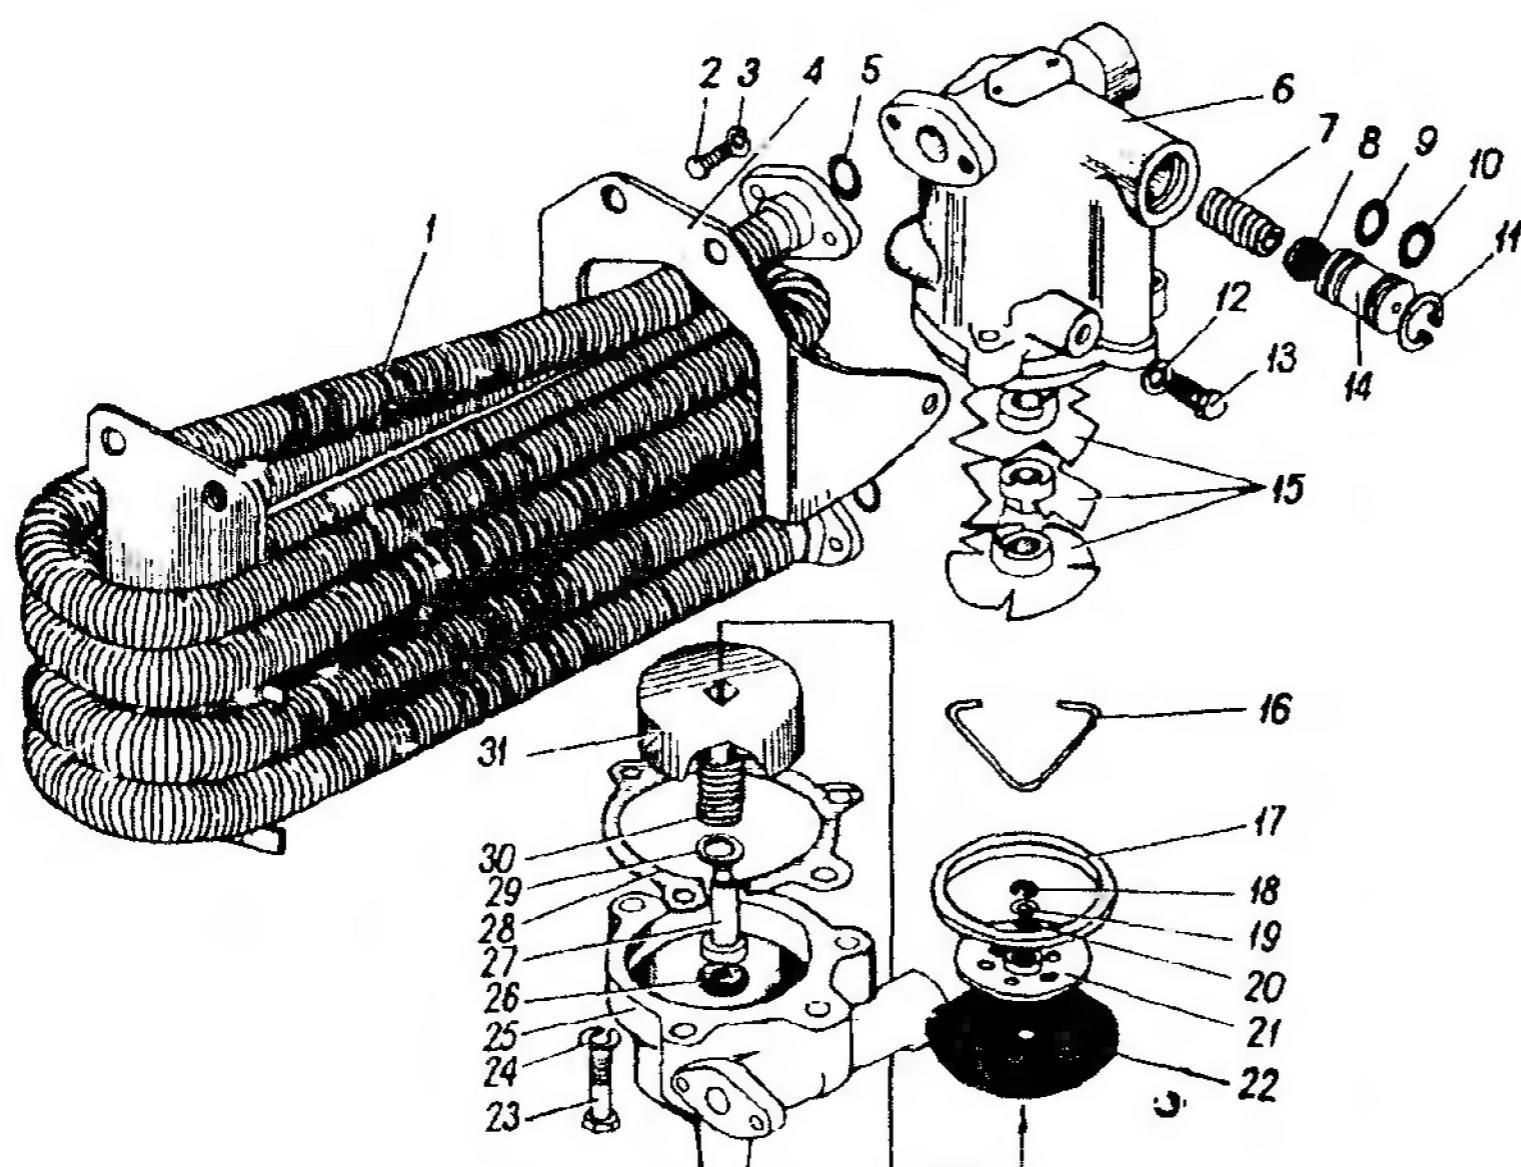

Рис. 336. Водоотделитель пневмотор-
1. Выверните болты 13 (рис. 336) и отсоедините кронштейн 4 от водоотделителя	Ключ 13 мм